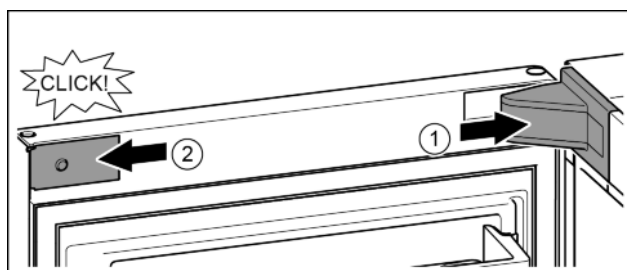

Fig. 22
- ▶ Założyć osłonę płytki zawiasu i zazębić, ew. ostrożnie odsunąć. Fig. 22 (1)
- ▶ Założyć zaślepkę z boku i zazębić. Fig. 22 (2)